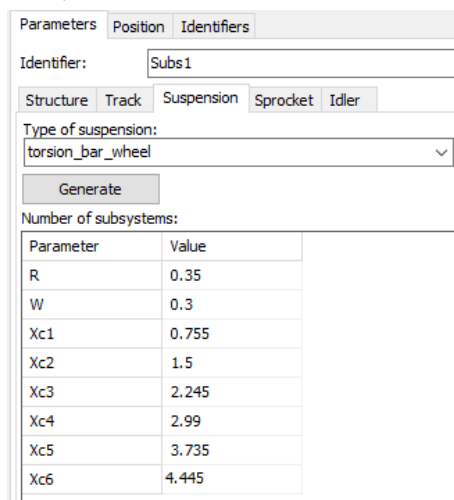

图 1.5
1. 转到 **Parameters | Suspension** 页面，缺省悬挂类型为扭杆弹簧。上一步设置了 6 个负重轮子系统（含悬挂系统），因此这里会列表显示 6 个纵坐标（ $Xc1 \cdots Xc6$ ），对照图 1.5 输入（此时我们认为纵坐标零点位于主动轮（后置）轮心，因此负重轮沿 X 轴正向依次排列）。此外，还需要指定负重轮的半径和宽度。请注意，这里所有数据的单位均为 m。